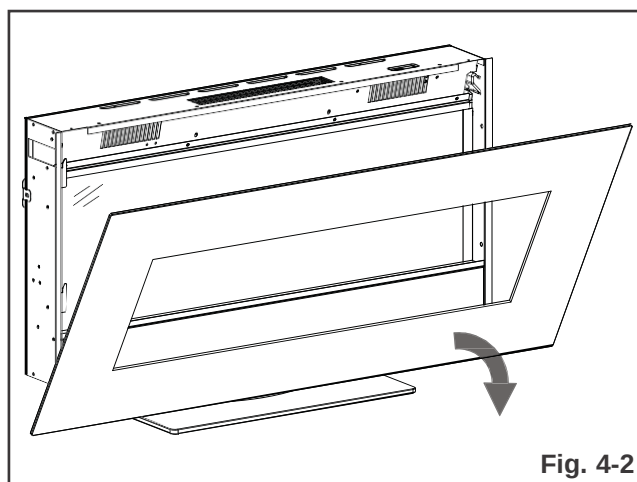

Fig. 4-2
- Levante con cuidado el cristal frontal hacia arriba y retírelo del dispositivo. (**Fig. 4-2**). Colóquelo boca abajo sobre una superficie blanda y no abrasiva.